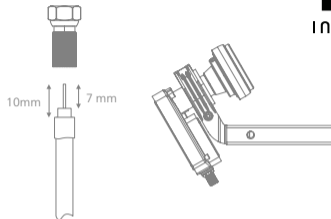

Fig. 4
2. Dénudez l'isolation du câble et vissez la fiche F * sur l'extrémité du câble (Fig. 4).